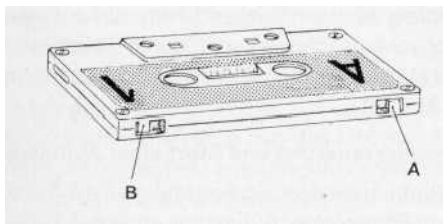

Abb. 7
Das Cassettengerät ist mit einer automatisch arbeitenden Aufnahmesperre ausgestattet, die dann einsetzt, wenn die u-förmigen Zungen A und B (siehe Abb. 7) ausgebrochen sind. Die Zunge A sperrt dabei die Seite 1 bzw. A und die Zunge B die Seite 2 bzw. B der Cassette.
Eine für die Aufnahme geeignete Cassette ist daran zu erkennen, daß die u-förmigen Zungen A und B (s. Abb. 7) nicht ausgebrochen sind. Die Cassette wird mit der Seite 1 bzw. A nach oben und mit der Öffnung für das Tonband nach links zeigend in den Cassettenschacht geschoben und durch Drücken des Betätigungshebels (1) zum Geräteboden hin in Arbeitsstellung gebracht (siehe auch Abs. 3.1).